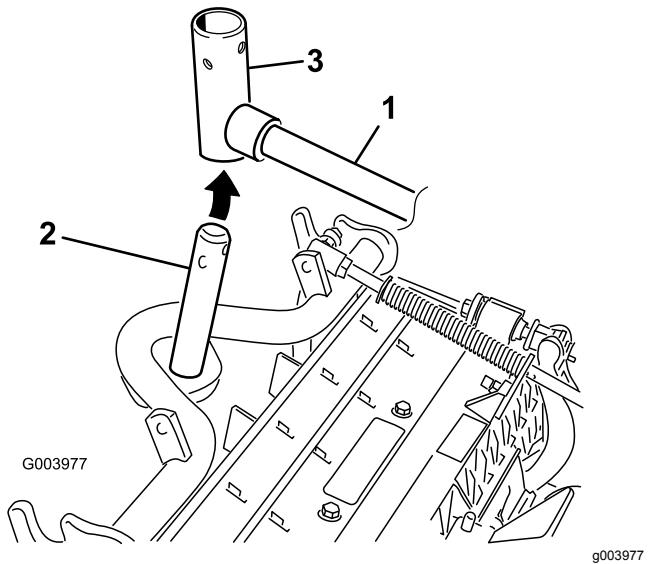

Bild 10
8. Frontschneideeinheiten: Schieben Sie eine Schneideeinheit unter den Hubarm und schieben Sie gleichzeitig die Trägerrahmenwelle in das Gelenkjoch des Hubarms (Bild 10).
- B. Setzen Sie das Hubarmjoch in die Trägerrahmenwelle ein (Bild 10).